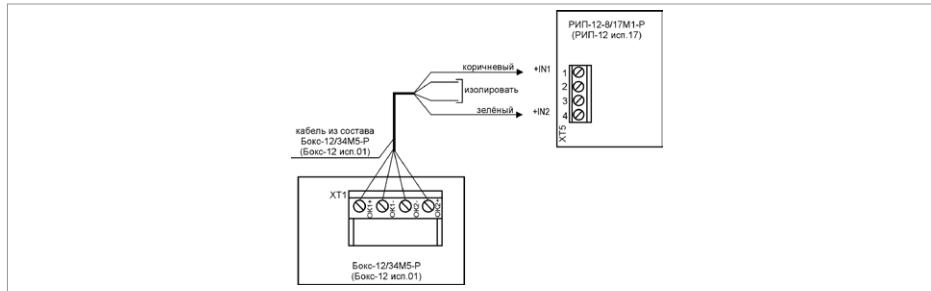

Рисунок 8. Схема подключения Бокс-12 исп.01(Бокс-12/34М5-Р) к РИП
1. Схема подключения Бокс-12 исп.01 (Бокс-12/34М5-Р) (далее - Бокс) представлена на рис.8. Кабель подключения Бокса к РИП входит в комплект поставки Бокса и подключен к колодке XT1.